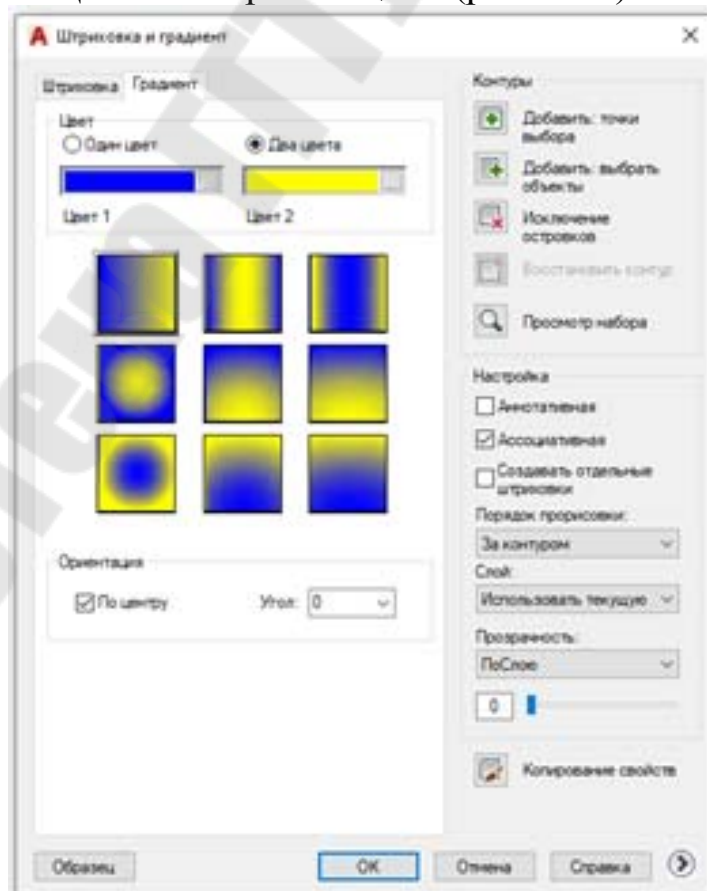

Рис. 2.74. Вкладка «Градиент» диалогового окна «Штрих и градиент»
**Вкладка «Градиент»** диалогового окна «Штриховка и градиент» используется для заполнения областей штрихования градиентными заливками и содержит группы управляющих элементов «Цвет» и «Ориентация» (рис. 2.74).